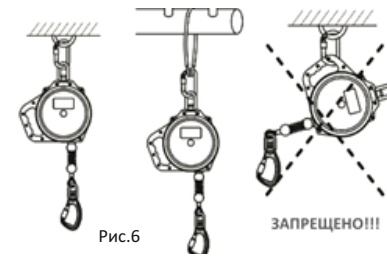

Рис.6
- СЗВТ присоединяется к анкерной точке (точке стационарной конструкции) через крепежный вертлюг с использованием соединительного элемента. (рис.6)